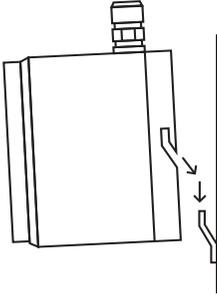

Рис. 4
- Навесьте водонагреватель на крепежную планку (см. рис. 4).